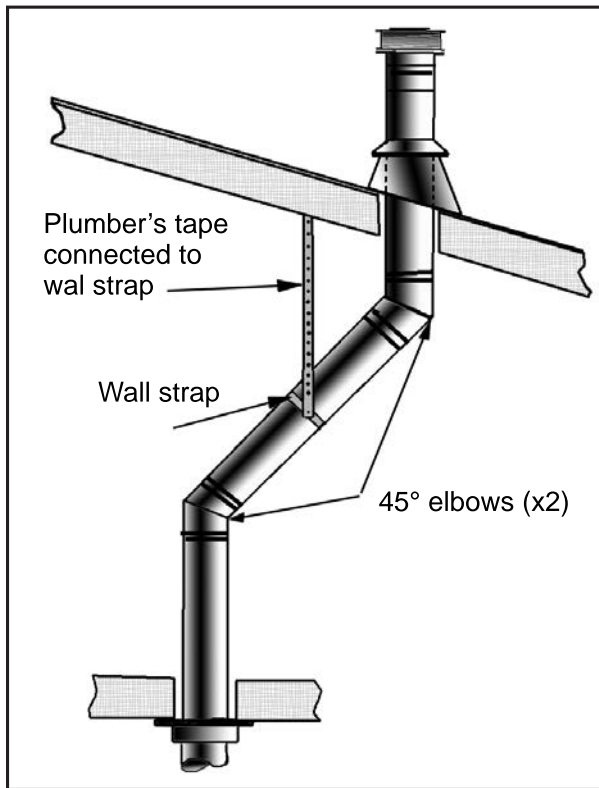
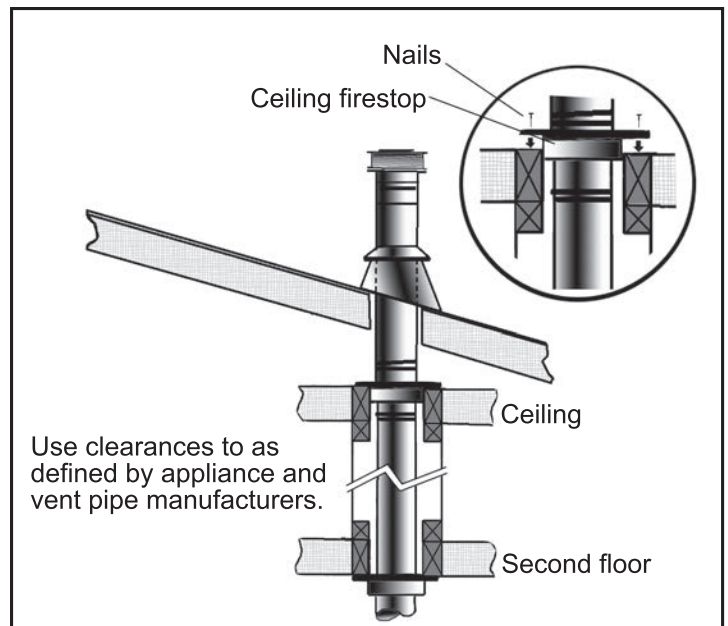

Figure 39: Utilisation de sangles murales
Figure 40: Installation de conduits d'aération à plusieurs étages
- (1) Si un déport est nécessaire dans le grenier pour éviter les obstructions, il est important de soutenir le tuyau d'évacuation tous les 3 pieds (914 mm), afin d'éviter une tension excessive sur les coudes et une éventuelle séparation. Des sangles murales sont disponibles à cet effet (voir la figure 39).
- (2) Dans la mesure du possible, utilisez des coudes à 45° au lieu de coudes à 90°. Le coude à 45° limite moins la circulation des gaz de combustion et de l'air d'admission.
- (3) Pour les installations à plusieurs étages, un pare-feu de plafond est requis au deuxième étage et à tous les étages suivants (voir la figure 40). L'ouverture doit être encadrée selon des dimensions intérieures de 10 po (254 mm) x 10 po (254 mm), de la même manière que celle illustrée à la page 24.